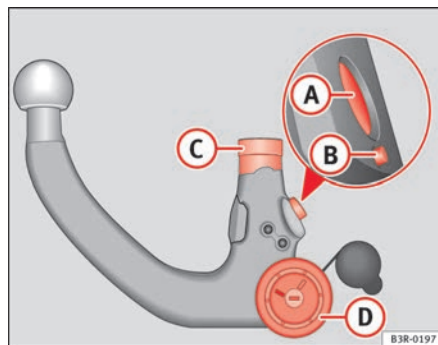

Fig. 158 Dispositivo di traino asportabile Gancio a testa sferica
- Controllare quindi che i perni di bloccaggio **A** e sbloccaggio **B**, il cono introduttore **C** e la rotella **D** ⇒ fig. 158 non siano sporchi o danneggiati.